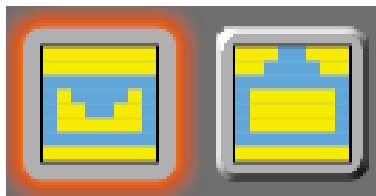

Bild 4: Winkt mit der Klappe – „Briefkastenmelder“
Die Zahl der so realisierbaren Anzeigemöglichkeiten ist, wie das FS20-System selbst, fast unbegrenzt. Ein Beispiel, das des Regenmelders, haben wir ja schon diskutiert. Da der sich periodisch wieder mit dem gleichen Schaltbefehl meldet, schadet es auch nicht, wenn es zwischenzeitlich andere Statusmeldungen gibt. Solange es regnet, wird der Regenmelder immer wieder den gleichen Befehl senden und somit die Anzeige auslösen. Ein weiteres Anwendungsbeispiel wäre z. B. ein mit dem FS20 TFK realisierter Postmelder. Die in Bild 4 gezeigte zugeordnete Grafik-Sequenz „winkt“ so lange mit dem sich öffnenden Briefumschlag, bis die Statusmeldung durch eine andere ersetzt oder am FS20 RGB-SA „bestätigt“ wird.
**Eine praktische Anwendung.** Mit dem Gigaset S685 IP bietet die Gigaset Communications GmbH als Markenlizenznehmerin der Siemens AG ein schnurloses Hybrid-Telefon an, das zahlreiche Eigenschaften aus den CAT-iq-Profilen bereits aufweist. In Bild 4 sind die drei wesentlichen Bestandteile des Sets zu sehen: Basisstation mit IP- und Festnetzschnittstelle (rechts) und das Mobilteil in seiner Ladeschale.